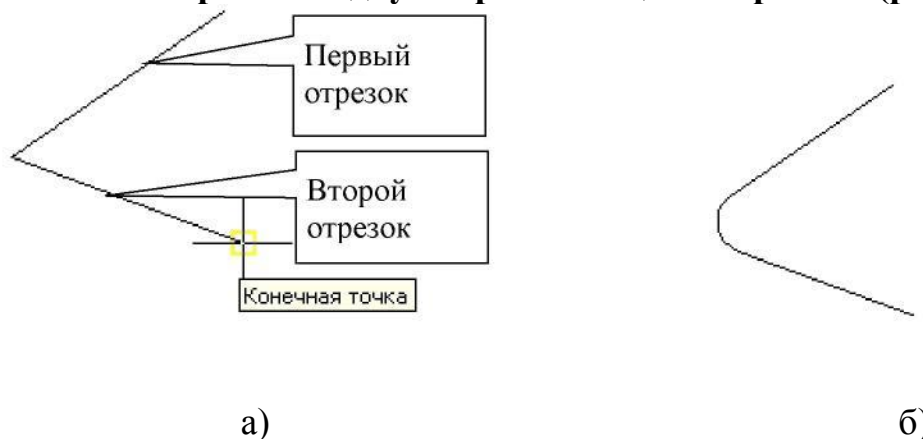

Рисунок 29 – Сопряжение двух пересекающихся прямых
1.3.1.2. Сопряжение двух пересекающихся прямых (рис. 29 а).
Задача: Построение сопряжения (плавного перехода) между двумя пересекающимися прямыми с заданным радиусом дуги сопряжения. Результат представлен на рис. 29б.
Результат будет таким, как показано на рис. 29б.